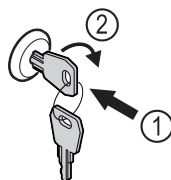

Fig. 175
- Insérer la clé. Fig. 175 (1)
- Tourner la clé à 90° dans le sens horaire. Fig. 175 (2)